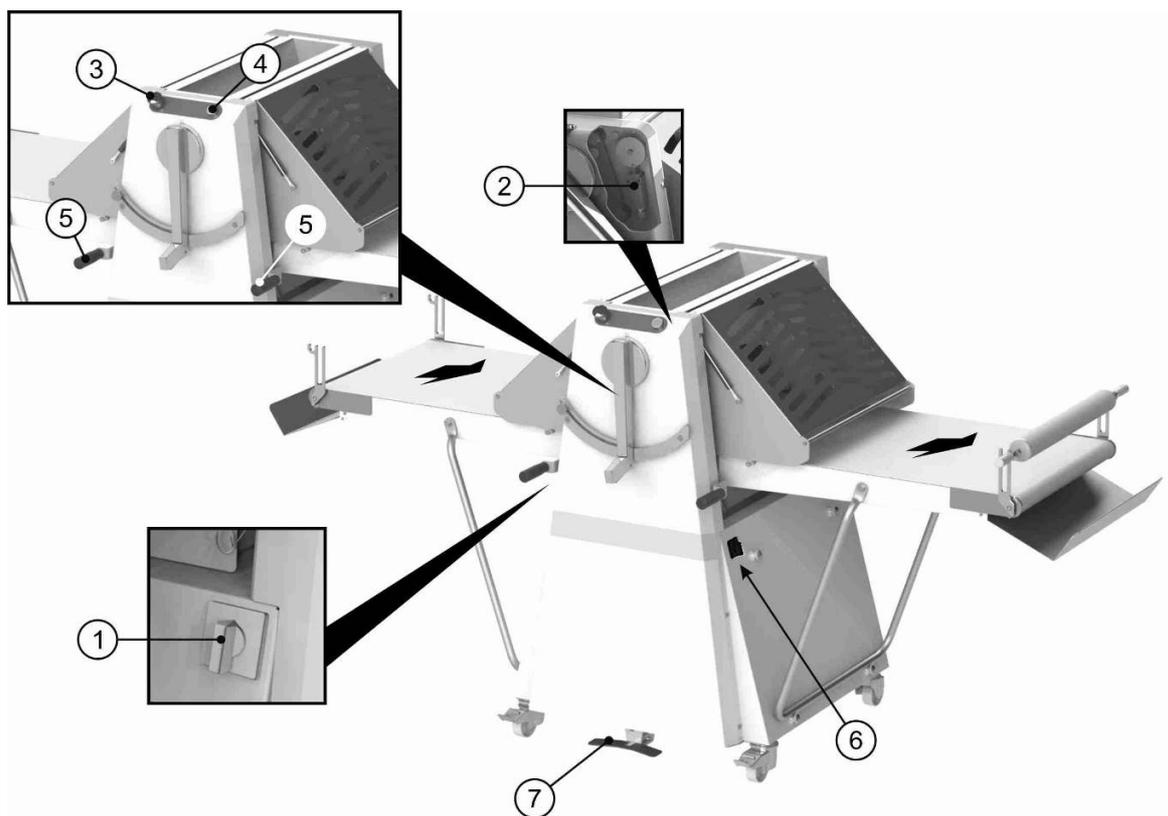

Рисунок 4
Ссылаясь на Рисунок 4, оборудование оснащено следующими механизмами управления и контроля:
- Выставить общий выключатель в позицию **I (ON)** из.1 Рисунок 4
- Кнопка запуска рабочего режима из.4 Рисунок 4 засветится, указывая на присутствие напряжения (зелёный постоянный свет)
- Для того, чтобы начать раскатку теста необходимо поднять вверх ручку из.5 Рисунок 4, соответствующую той стороне, в которой находится заготовленное тесто, после чего лента начнёт двигаться в сторону цилиндров. Для реверсирования движения ленты достаточно переместить ручку на противоположную позицию относительно той, в которой она находится. Такой же принцип действия у педали реверсирования движения из. 7 Рисунок 4.
- В версиях моделей с двухскоростным переключателем необходимо выбрать скорость работы посредством переключателя из. 5 Рисунок 4
- Для остановки работы оборудования не активизировать защитные механизмы безопасности, а использовать кнопку аварийного сигнала в случае возникновения опасности. **Если оборудование остановлено одним из описанных выше способов, для возобновления движения необходимо активизировать кнопку запуска рабочего режима из. 4 Рисунок 4**